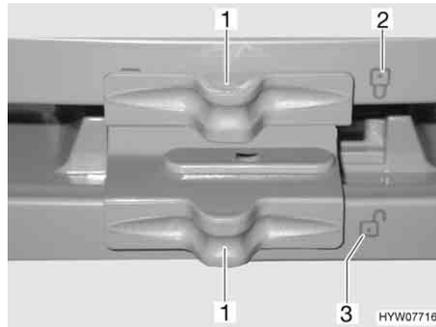

Fig. 140 Bloqueo de la puerta del frigorífico/puerta del compartimento congelador (Dometic de la serie 7 con compartimento congelador separado)
- Desplazar el bloqueo (Fig. 140,1) hacia un lado, de tal manera que sea visible el candado abierto "☞" (Fig. 140,3).
- Desplazar el bloqueo (Fig. 140,1) hacia un lado, de tal manera que sea visible el candado cerrado "☛" (Fig. 140,2).